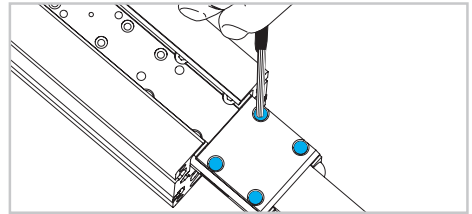

Fig. 13
- 13) Positionner le chariot en extrémité de profilé et retirer les vis de serrage de la courroie afin de libérer la courroie (Fig. 13).
- 16) Positionner le chariot à l'extrémité du profilé (coté entraînement) et retirer les vis de serrage de la courroie (Fig. 13).